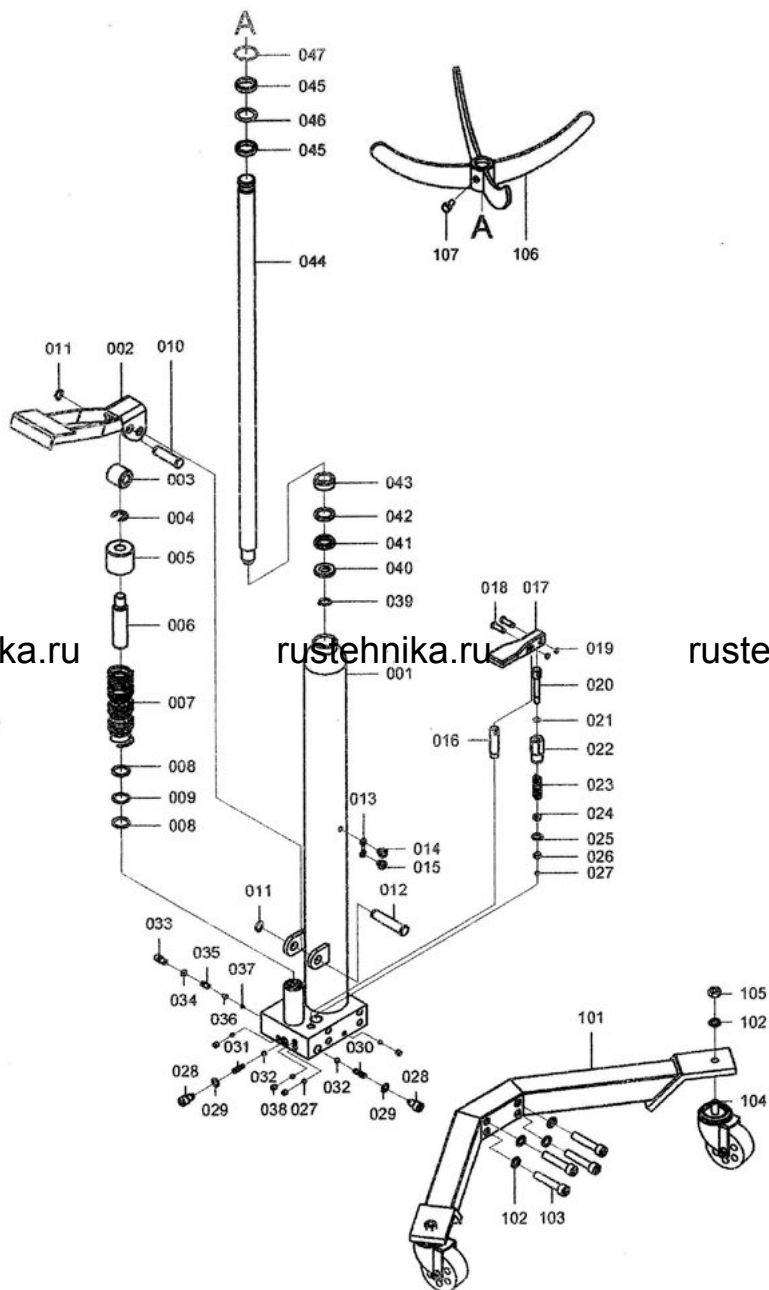

Рис. 1
3. Нажимая на педаль гидравлического насоса (Рис.1, п.002), создайте давление в нём. Рабочее давление, необходимое для работы гидравлического цилиндра, достигается при помощи одноступенчатой системы подачи масла, при этом величина максимального давления настраивается производителем на заводе с помощью предохранительного клапана.
5. Используйте педаль регулировки давления (Рис.1, п.017) для выбора необходимой рабочей высоты цилиндра.
6. По окончании работ нажатием на педаль регулировки (Рис.1, п.017) снизьте или полностью сбросьте давление в цилиндре.